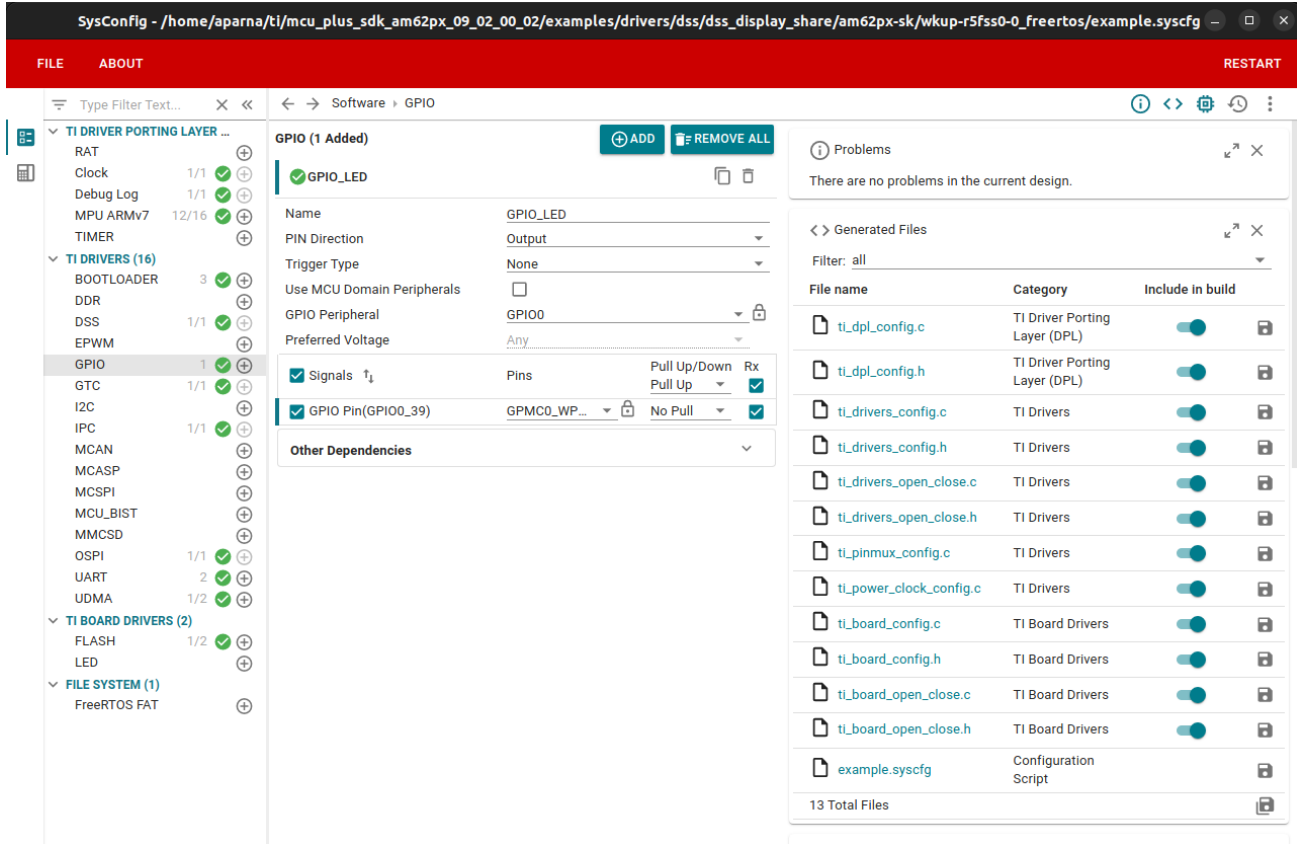

图 5-5. SysConfig 设置
- 用户扩展连接器上的 GPIO0_39 (引脚 18) 用于时间测量。图 5-5 展示了 SysConfig 中用于启用此引脚的选项。